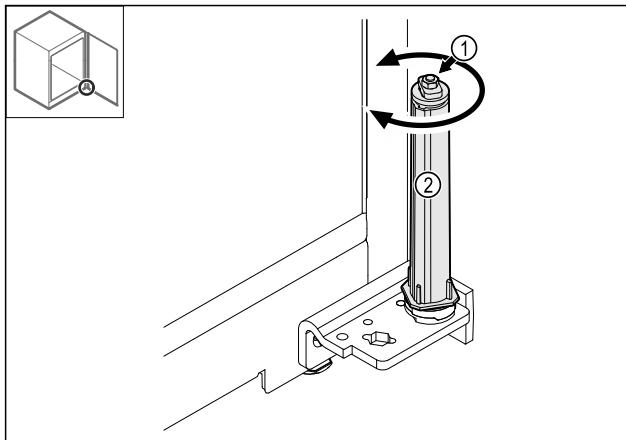

Fig. 37
- No desmontar la unión atornillada Fig. 37 (I) del sistema de cierre.
- Girar el sistema de cierre *Fig. 37* (2) hasta que haga clic.